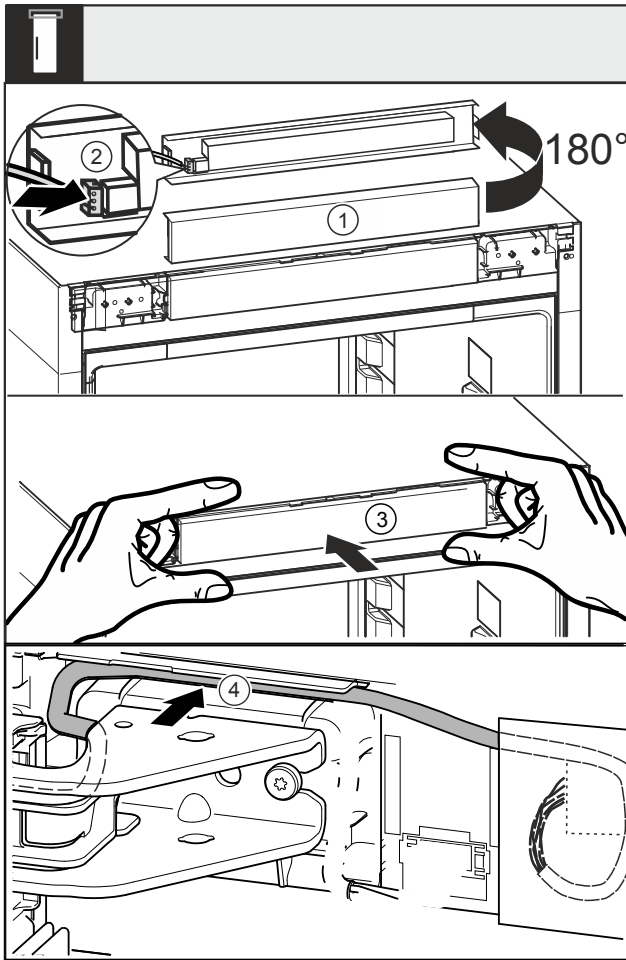

Fig. 40
- ▶ Blende *Fig. 40 (1)* um 180° nach oben drehen.
- ▶ Stecker *Fig. 40 (2)* an der Bedienteilblende einrasten.
- ▶ Blende *Fig. 40 (3)* wieder am Gerät einrasten.
- ▶ Kabel vorsichtig in der Führung *Fig. 40 (4)* über dem oberen Lagerbock verlegen.